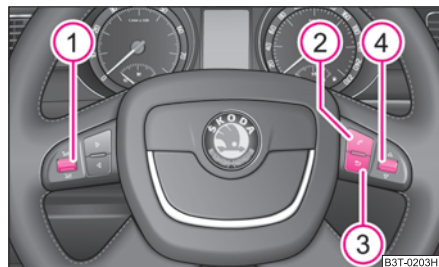

Fig. 142 Volante multifunción: teclas de mando para el teléfono
El mando fónico del teléfono se activa pulsando la tecla PTT en el volante multifunción ⇒ página 141, fig. 142.
Para que al manejar el teléfono el conductor se distraiga lo menos posible del tráfico, el volante dispone de teclas para el fácil manejo de las funciones básicas del teléfono ⇒ fig. 142.
- Pulse la tecla PTT ① ⇒ página 141, fig. 142.